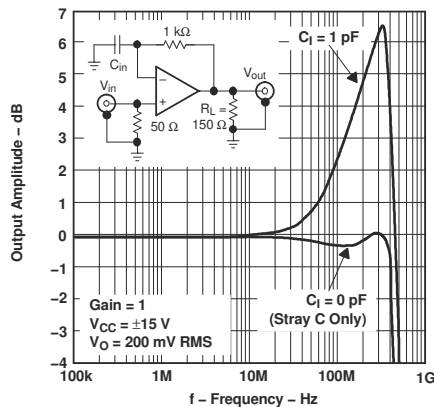
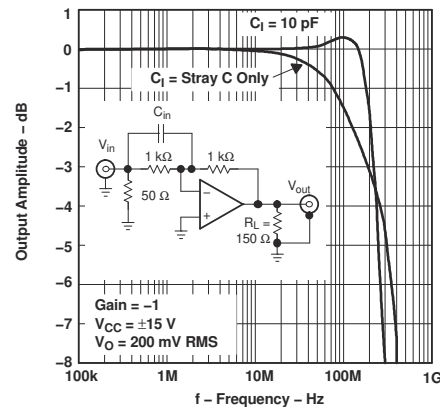

图 7-11. 输出幅度与频率间的关系
图 7-12. 输出幅度与频率间的关系
- 输入杂散电容：为了更大限度地减少放大器振荡的潜在问题，放大器反相输入端的电容必须保持最小。为此，连接到反相输入的 PCB 布线必须尽可能短，必须在连接到反相输入的任何蚀刻轨迹下移除接地平面，并且外部元件需要尽可能靠近反相输入放置。在同相配置中尤其如此。图 7-11 中显示了这方面的一个示例，其中展示了将 1pF 电容器添加到反相输入端子时会发生什么情况。带宽的增加以峰值为代价。这是因为有一些误差电流流经杂散电容器，而不是放大器的反相节点。不过，当该器件处于反相模式时，反相输入端的杂散电容产生的影响很小。这是因为反相节点位于虚拟接地端，并且电压波动幅度几乎不像在同相配置中那样大。这可以在图 7-12 中看到，其中 10pF 电容器仅增加 0.35dB 的峰值。通常，随着系统增益的增加，该电容产生的输出峰值会降低。虽然这最初看起来像是一个更快、更好的系统，但在快速瞬态条件下更有可能发生过冲和振铃。因此，需要对向反相输入节点添加电容器进行适当分析，以确保稳定运行。